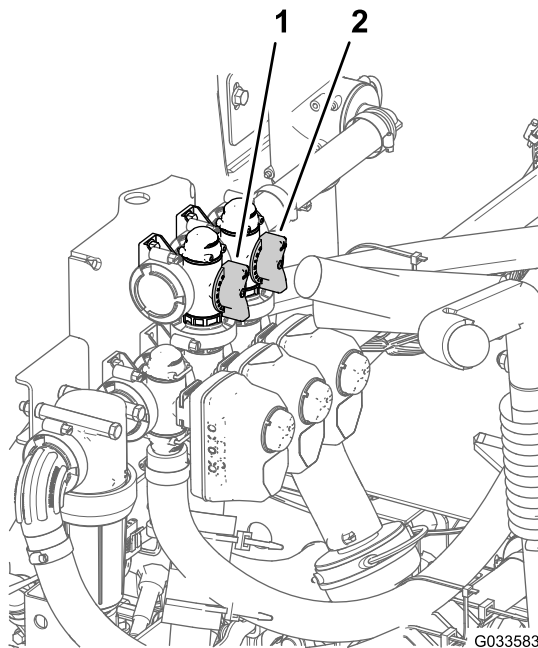

Figura 88
11. Regolate la valvola di bypass dell'agitatore (Figura 88) sul retro della valvola dell'agitatore fino a quando il valore della pressione sul misuratore corrisponde a 6,9 bar.
- Per il **modello automatico HDX**, spostate la trasmissione in posizione di parcheggio (P).
8. Regolate la stegola di bypass principale della sezione per controllare la quantità di agitazione nel serbatoio (Figura 88).